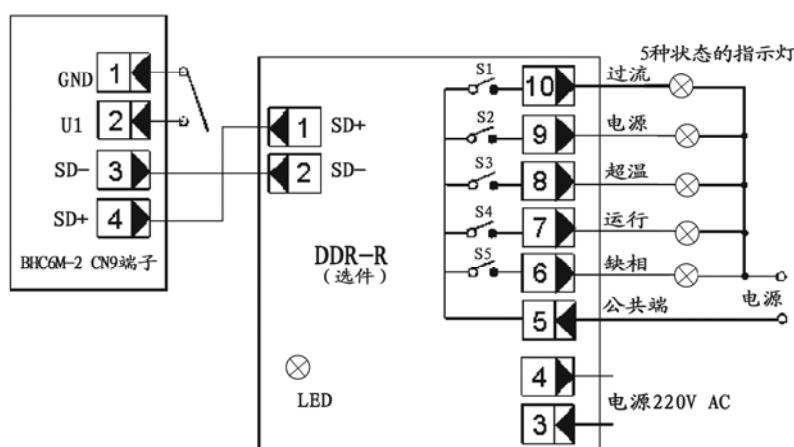

图 2-3 DDR-R 接线图
检测调压器的工作状态，这些工作状态包括：过流、电源、超温、运行、缺相，并且每种状态都对应有一个继电器作为输出指示，这些继电器的一端连接在一起做为一个公共端（图 2-3 中端子 5），继电器为常开接点输出（1A/250V）。
负载是否过流，若过流则过流继电器闭合（图 2-3 中开关 S1 闭合）；
控制板电源是否正常，若电源继电器闭合（图 2-3 中开关 S2 闭合）；
散热器温度是否超过 70°C，若超过 70°C 则超温继电器闭合（图 2-3 中开关 S3 闭合）；
控制板是否正常运行：若正常运行则运行继电器闭合（图 2-3 中开关 S4 闭合）；
负载是否缺相：若负载缺相则缺相继电器闭合（图 2-3 中开关 S5 闭合）；
另外：可参考上图 2-3 状态指示的接线方式，每种状态都接一个指示灯，不同状态用不同颜色的指示灯来显示。
② BHC6M-2 和 DDR-R 之间的数据传输线距离不超过 15 米。
③ 此相功能做为功能选件，若选用此功能则定货时必须声明。
④ DDR-R 上电正常时，图 2-3 中 LED 应闪烁，并且控制板状态不同，闪烁的频率也不同。